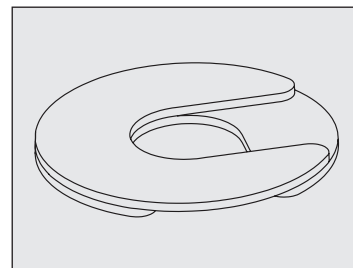

Abb. 10. Installieren Sie mehrere Unterlegscheiben mit versetzten Schlitzzen.
- Wenn mehr als eine Unterlegscheibe verwendet wird, stellen Sie sicher, dass die Schlitzze der Unterlegscheibe versetzt sind. Siehe Abb. 10.
- Verwenden Sie **NICHT** mehr als vier (4) Unterlegscheiben an einer Laufrolle.